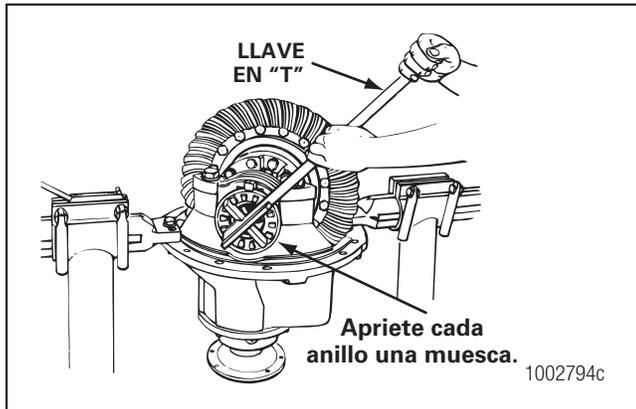

Figura 5.39
5. Apriete cada anillo de ajuste de cojinete una muesca a partir del juego axial igual a CERO. Los cojinetes laterales del diferencial deben tener una precarga de 15-35 lbs-pulg (1.7-3.9 N•m). Figura 5.39. ⓘ